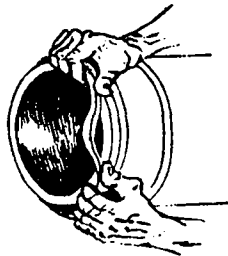

FIG. 6
6.º Passo — Coloque o anel de borracha na outra ponta do tê (fig. 6)